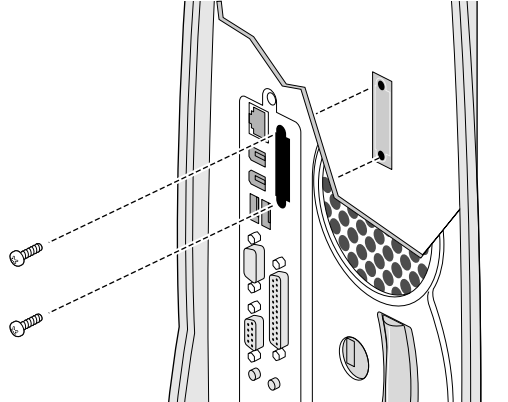

Abbildung 5-10 Einsetzen der Blende für den Monitor-Anschlußschacht
6. Wenn Sie die Karte nicht wieder einsetzen, installieren Sie die Blende wie in Abbildung 5-10.